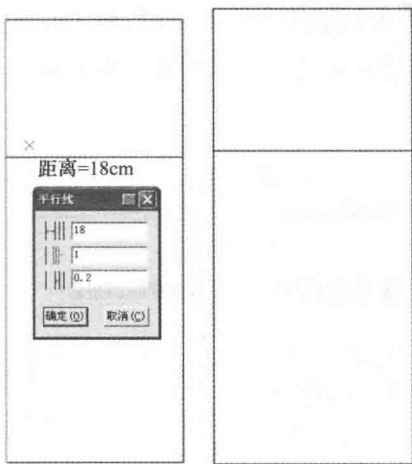

图6-40 画臀围线
(3) 选择 【智能笔】工具按住【Shift】键，光标成为三角板，进入【平行线】功能。输入臀高 18cm (图 6-40)。